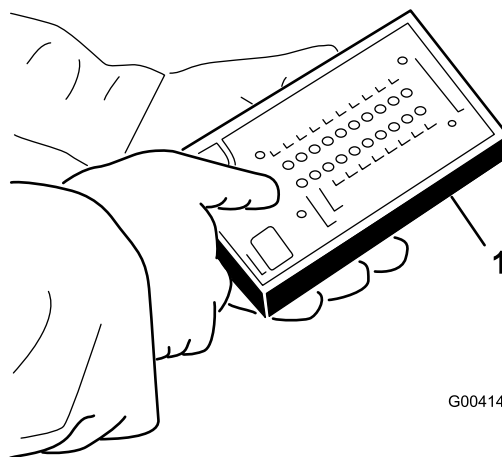

Figura 49
5. Ligue o conector do visor ACE de diagnóstico ao conector de fios (Figura 49).